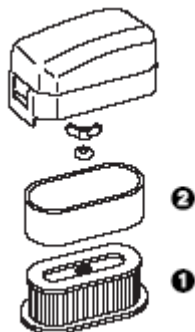

Figura 14
2. Retire la tapa del limpiador de aire y límpiela a fondo (Figura 14).
3. Si está sucio el elemento de gomaespuma, retírelo del elemento de papel (Figura 14). Límpielo a fondo de la siguiente manera: